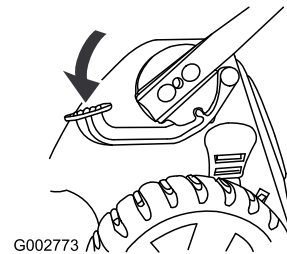

Bild 36
1. Treten Sie auf das Pedal und halten Sie es gedrückt (Bild 36).